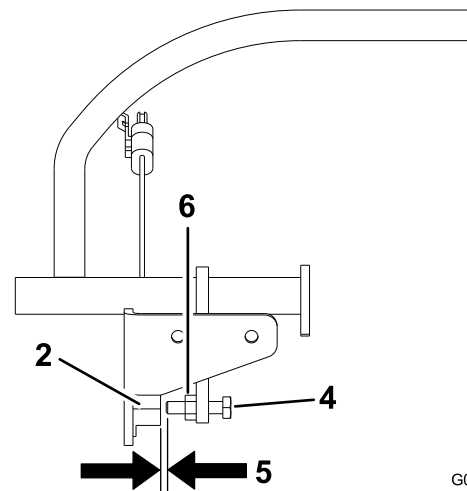

Figura 57
alineado con la diana del interruptor de proximidad (Figura 57).
2. Si es necesario, afloje los pernos y ajuste el interruptor de proximidad hasta que la diana quede alineada con el perno que está conectado a la palanca de control de movimiento (Figura 57).
3. Compruebe la distancia entre el perno y el interruptor de proximidad. Debe ser de 0.050 a 0.090 pulgadas (1.27 a 2.29 mm) (Figura 57).
4. Si es necesario ajustarla, afloje la contratuerca y ajuste el perno a la distancia correcta. Apriete la contratuerca después de ajustar el perno (Figura 57).